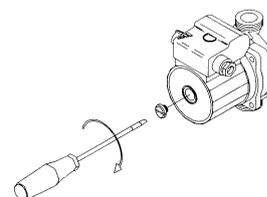

Figura 3-4
- Quando la caldaia rimane inattiva per un lungo periodo, prima di inserire l'interruttore generale, verificare che non sia bloccato l'albero motore del circolatore. Per questa operazione occorre (vedi Figura 3-4):